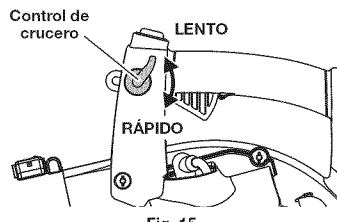

Fig. 15
1. Mueva el control de crucero de velocidad variable hacia la posición RÁPIDO para aumentar poco a poco la velocidad del motor de la unidad, o mantenerla (Fig. 15). Cuando se oprima el control de crucero de velocidad variable, el gatillo retrocederá hacia la manija.
2. Para disminuir la velocidad del motor, mueva el control de crucero de velocidad variable hacia la posición LENTO y el gatillo regresará a la posición de marcha en vacío (Fig. 15).